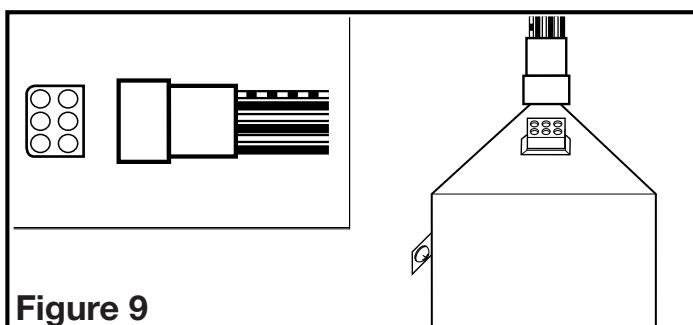

Figure 9
2. Brancher le cordon à raccordement rapide dans le réceptacle. Ce cordon ne s'ajuste que d'une seule façon dans le réceptacle (**Figure 9**).